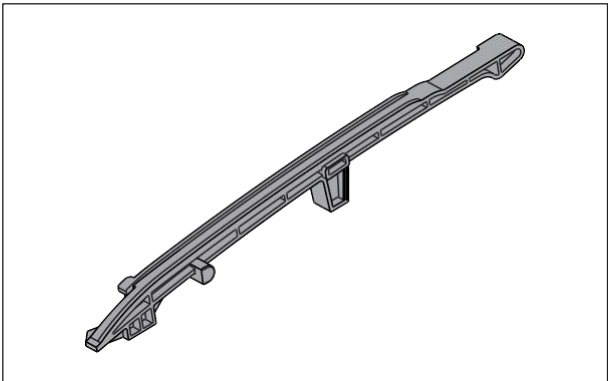

Fig. 3.87
- Revise la guía de la cadena en busca de cualquier deformación, ruptura o desgaste. Si observa alguna anomalía replácela por una nueva. (Fig. 3.87)